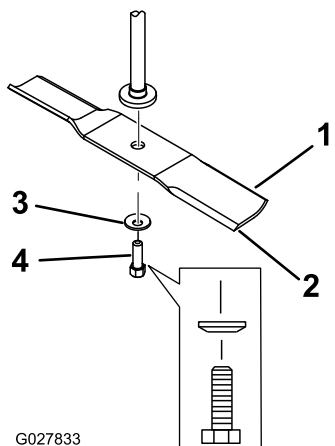

Figure 62
2. Enlevez de l'axe, le boulon, la rondelle bombée et la lame (Figure 62).
1. Placez la lame sur l'axe (Figure 62).
2. Posez la rondelle courbe (face concave vers la lame) et le boulon de lame (Figure 62).